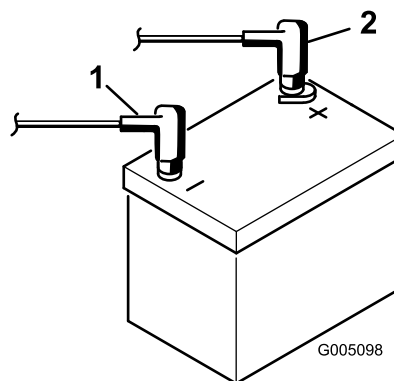

Figura 7
8. Collegate il cavo positivo (rosso) al morsetto positivo (+) e il cavo negativo (nero) al morsetto negativo (-) della batteria, e fissateli con i bulloni e i dadi (Figura 7). Fate scorrere la guaina di gomma sul morsetto positivo per evitare un cortocircuito.